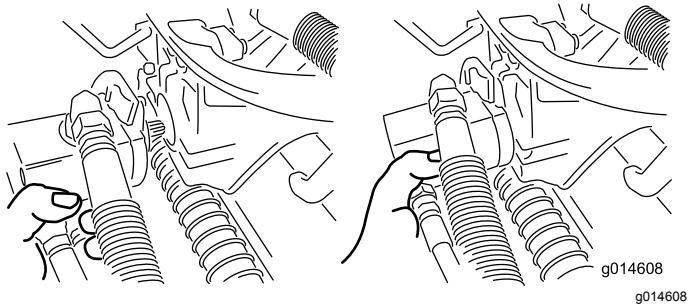

Figura 48
3. Spostate il motore in posizione di stoccaggio davanti al braccio di sospensione (**Figura 48**).